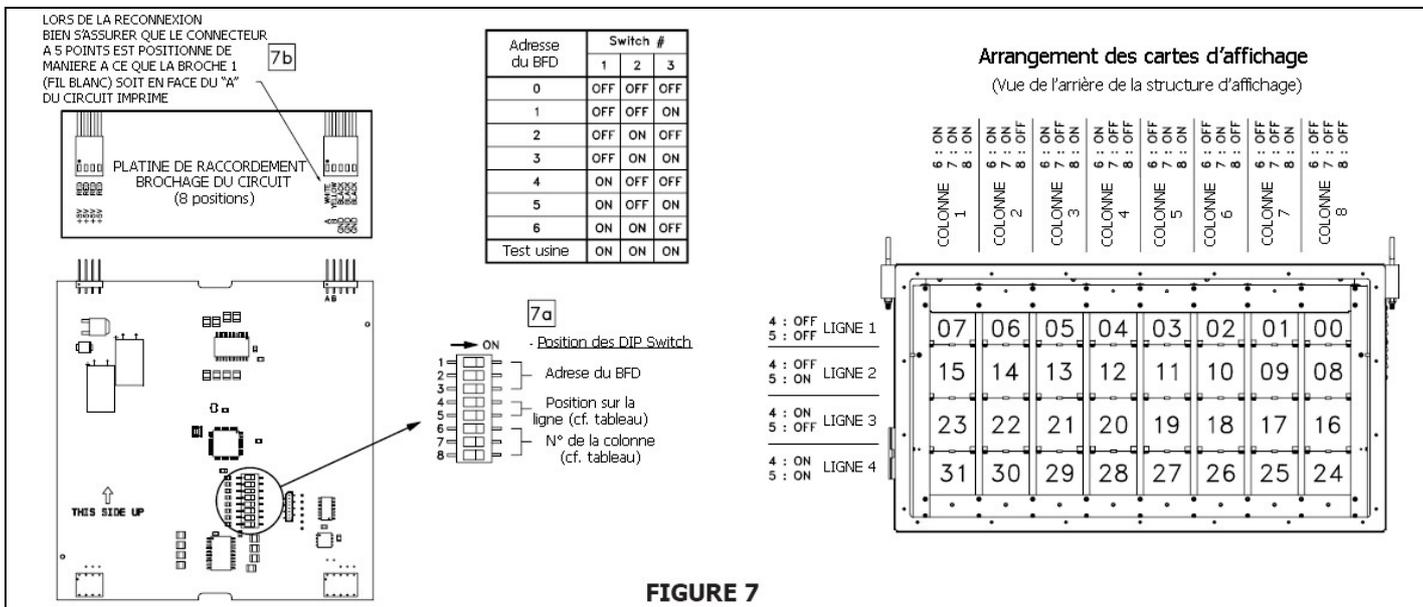
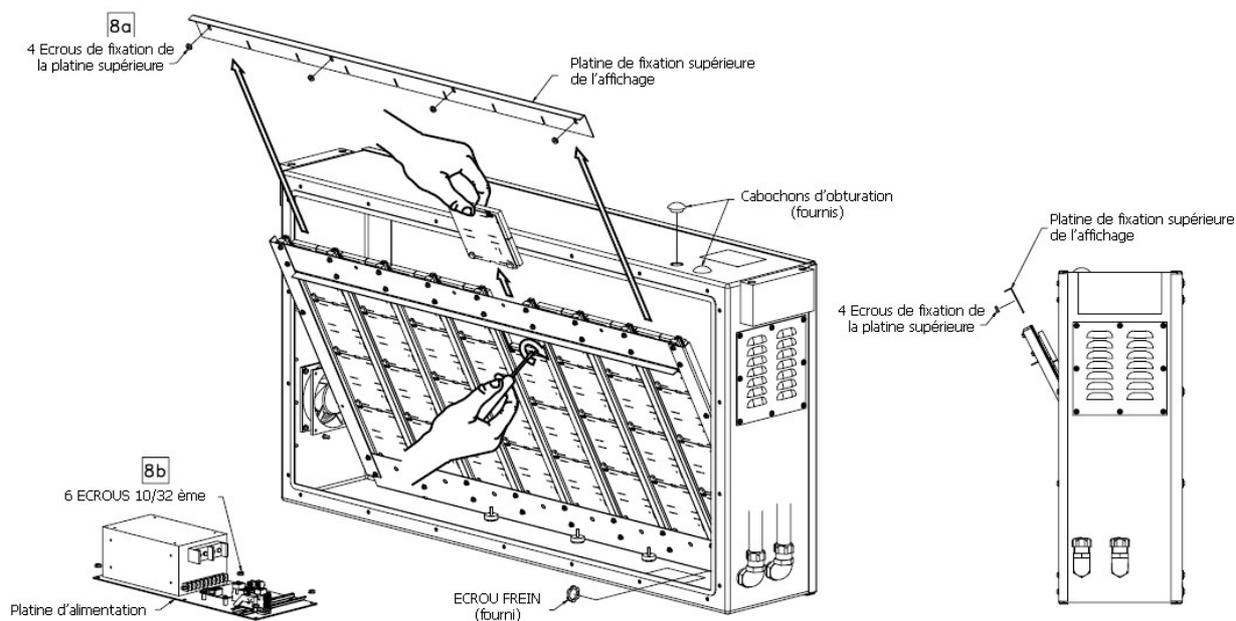

FIGURE 7
FIGURE 8
Les cartes d'affichage sont maintenues en place par une structure d'assemblage, qui est construite à l'aide de 9 rails en aluminium extrudé. Les rails portent une glissière de chaque côté destinée à recevoir les bords du circuit imprimé de la carte d'affichage. Les cartes se glissent simplement à leur place. Un connecteur mâle en angle droit sur la partie supérieure de la carte vient s'insérer dans le connecteur femelle de la carte située au-dessus, ainsi l'alimentation et les signaux circulent de la carte supérieure à la carte inférieure. En fonctionnement normal le châssis d'affichage est solidarisé au boîtier à l'aide de 4 écrous freins (cf. figure 8 a). Cependant ces écrous peuvent être déposés pour la maintenance de l'afficheur lorsque nécessaire. Le châssis d'affichage est doté d'un axe de pivotement le long du bord inférieur, qui permet au bord supérieur du châssis de sortir du boîtier, donnant ainsi accès aux circuits supérieurs d'affichage. Les cartes d'affichage peuvent être facilement déposées en déconnectant les raccordements appropriés de la carte supérieure (cf. figure 7b), en séparant les cartes et en les glissant vers le haut du châssis (figure 8). Chaque carte d'affichage dispose d'un DIP switch à 8 points qui est destiné à régler l'adresse de son positionnement. Cette adresse est déterminée par la position physique du circuit au sein de l'affichage du BFD (cf. figure 7 a).
4. Déposer les 6 écrous de maintien du sous châssis sur le boîtier. Déposer le sous ensemble alimentation (cf. figure 8 b).
6. Déposer les 4 écrous qui solidarisent la structure d'affichage à la façade du boîtier (cf. figure 8 a). La structure d'affichage pourra désormais être tirée pour permettre d'accéder aux cartes d'affichage.
7. Retirer la barre de maintien supérieur du châssis (cf. figure 8).
8. Localiser la colonne de cartes d'affichage comportant la carte défectueuse et déposer les deux câbles de raccordement (qui raccordent les circuits principaux à la carte d'affichage supérieure, cf. figure 7 b).
9. Déposer la carte souhaitée (cf. figure 8). Noter les réglages du DIP switch (cf. figure 7 a) en place sur l'ancienne carte.